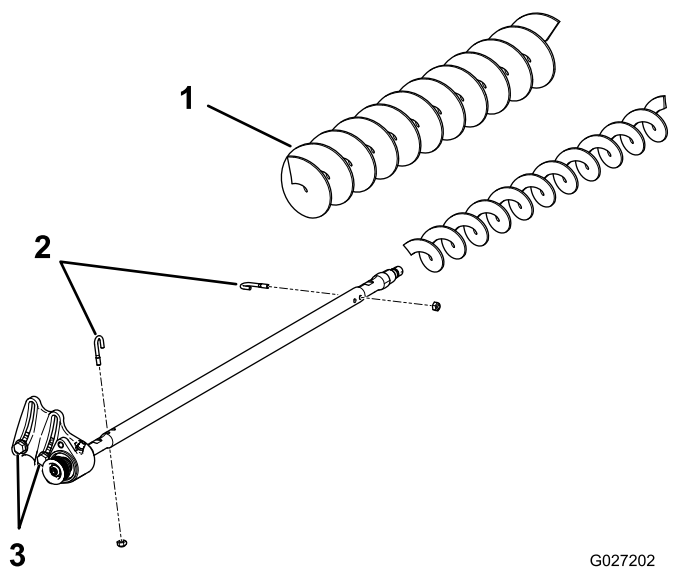

図 21
3. J ボルト2本とナットを外す (図 21)。
4. ブラシシャフトについている既存のブラシを抜き取る 図 21。
5. 駆動側ベアリングハウジングをベアリングハウジング取り付けブラケットに固定しているボルト各 2 本とワッシャおよびナットをゆるめる 図 21。
6. グルーマシャフトに高刈りブラシブラシを通す 図 21。
7. 先ほど外した J ボルトとナット各 2 を使って、ブラシをシャフトに固定する 図 21。